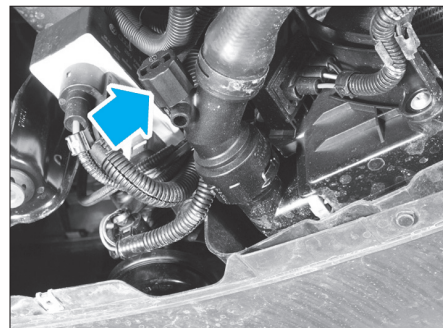

Fig. 16
- Dévisser complètement la vis de vidange (Fig.16).